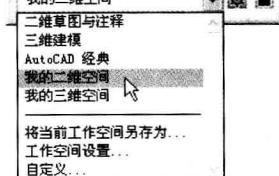
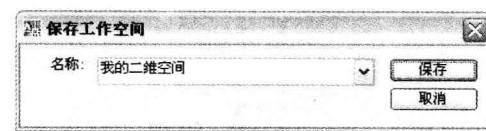

图 1-4 “工作空间”工具栏
图 1-7 “保存工作空间”对话框
(1) 选择“工具”→“工作空间”→“二维草图与注释”命令,或在“工作空间”工具栏的下拉列表框中,选择“二维草图与注释”选项,即可将工作空间切换为二维草图与注释工作空间。在该工作空间中,命令选项都集中在右侧的命令面板中,使用起来不太方便,需要修改为用户自己需要的工作空间。
(2) 在右侧命令面板上的任意一项上右击,调出命令面板快捷菜单,在该菜单中选择“控制台”→“二维绘图”和“图层”命令,如图 1-4 所示,取消这两个命令在命令面板中的显示。
(3) 在顶部的“工作空间”工具栏上右击,调出工具栏快捷菜单,在该菜单中选择“标准”、“绘图”、“修改”、“图层”和“特性”命令,在这 5 个命令的前面出现一个 符号,表示这 5 个命令为使用状态,同时将这 5 个工具栏显示在工作空间界面中。
具栏的下拉列表框中,选择“将当前工作空间另存为”命令,调出“保存工作空间”对话框。在“名称”文本框中输入工作空间的名称“我的二维空间”,如图 1-7 所示。单击“保存”按钮,即可将当前设置好的工作空间保存下来,同时在“工作空间”工具栏的下拉列表框中显示出自定义的工作空间名称,如图 1-4 所示。